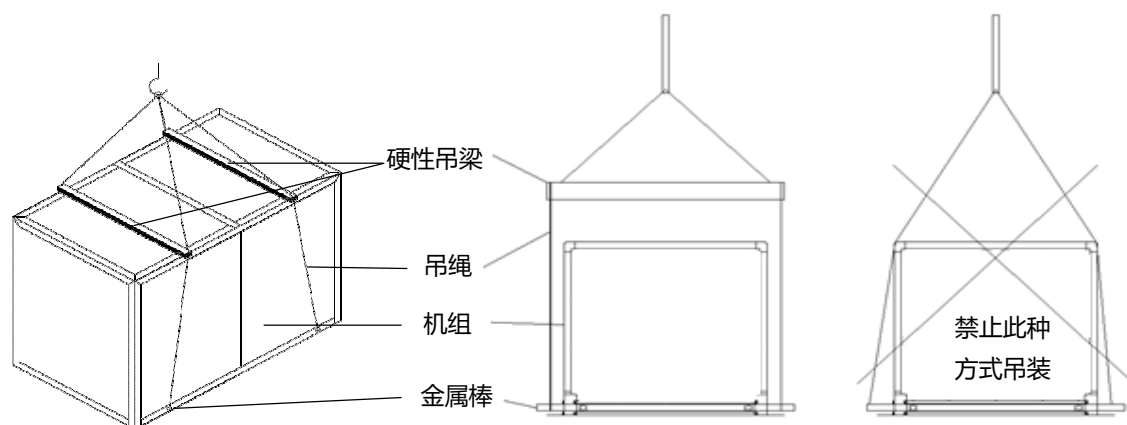

图 2.1 起重机起吊示意图
- 起吊时须按图2.1所示方法操作，以免发生危险或损坏机组。起吊时钢绳与箱体接触的地方应垫硬纸皮之类材料以防钢绳磨伤机组。